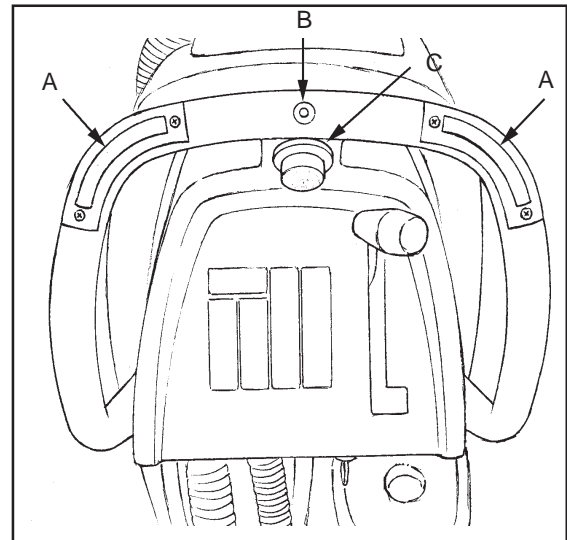

Рисунок 28
5. Если нажать правый или левый переключатель переднего/заднего хода (рисунок 28, элемент А), машина поедет вперед (только модели "L").
6. Отрегулируйте скорость передвижения, используя ручку регулировки скорости передвижения (только модели "L") (рисунок 28, элемент С).
8. Для передвижения машины нажмите одновременно белый переключатель (рисунок 28, элемент В) и левый или правый переключатель переднего/заднего хода (рисунок 28 элемент А) (только модели "L").